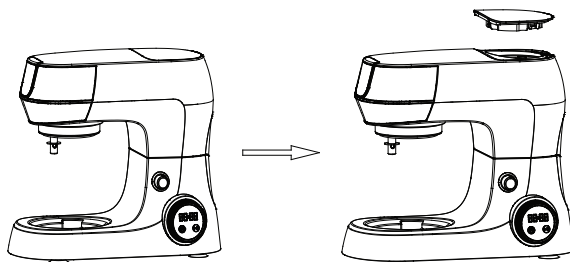

Рисунок 2
3. Снимите защитную крышку блендера (14) с верхней части поворотного кронштейна (13) (см. рис. 2).